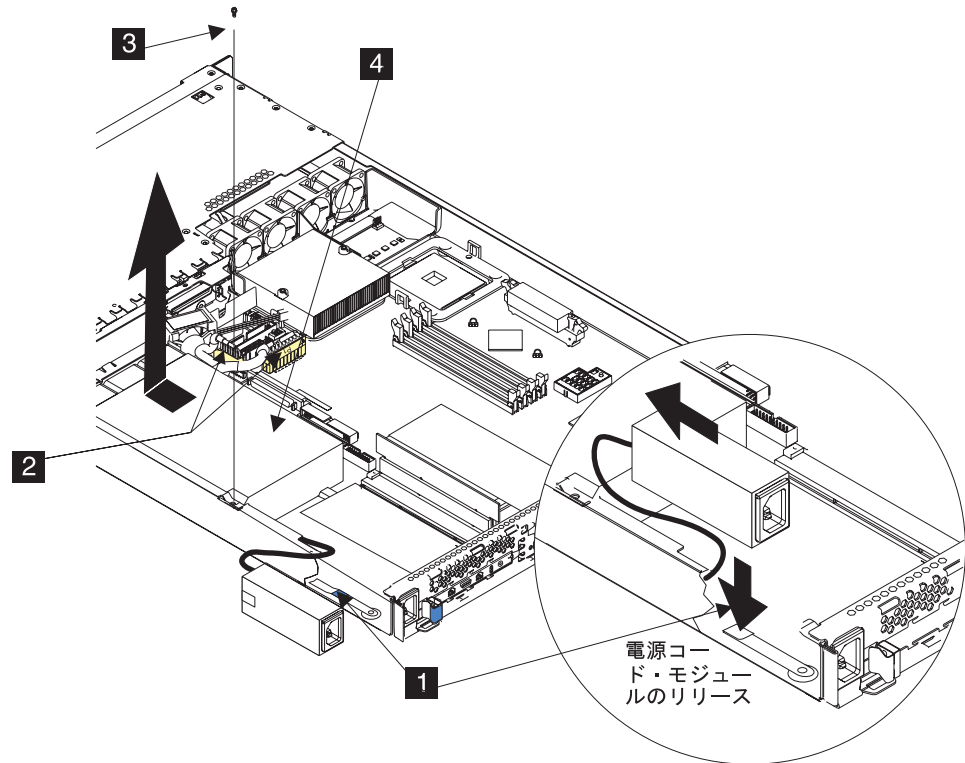

図 144. SAN ボリューム・コントローラー 2145-4F2 電源機構の取り外し
5. 電源ケーブル・モジュールの前部のクリップ **1** を押し下げて、491 ページの図 144に示すように、SAN ボリューム・コントローラー 2145-4F2 の側面にあるスロットから位置合わせタブが解放されるまで、モジュールを SAN ボリューム・コントローラー 2145-4F2 の前面方向へスライドさせます。